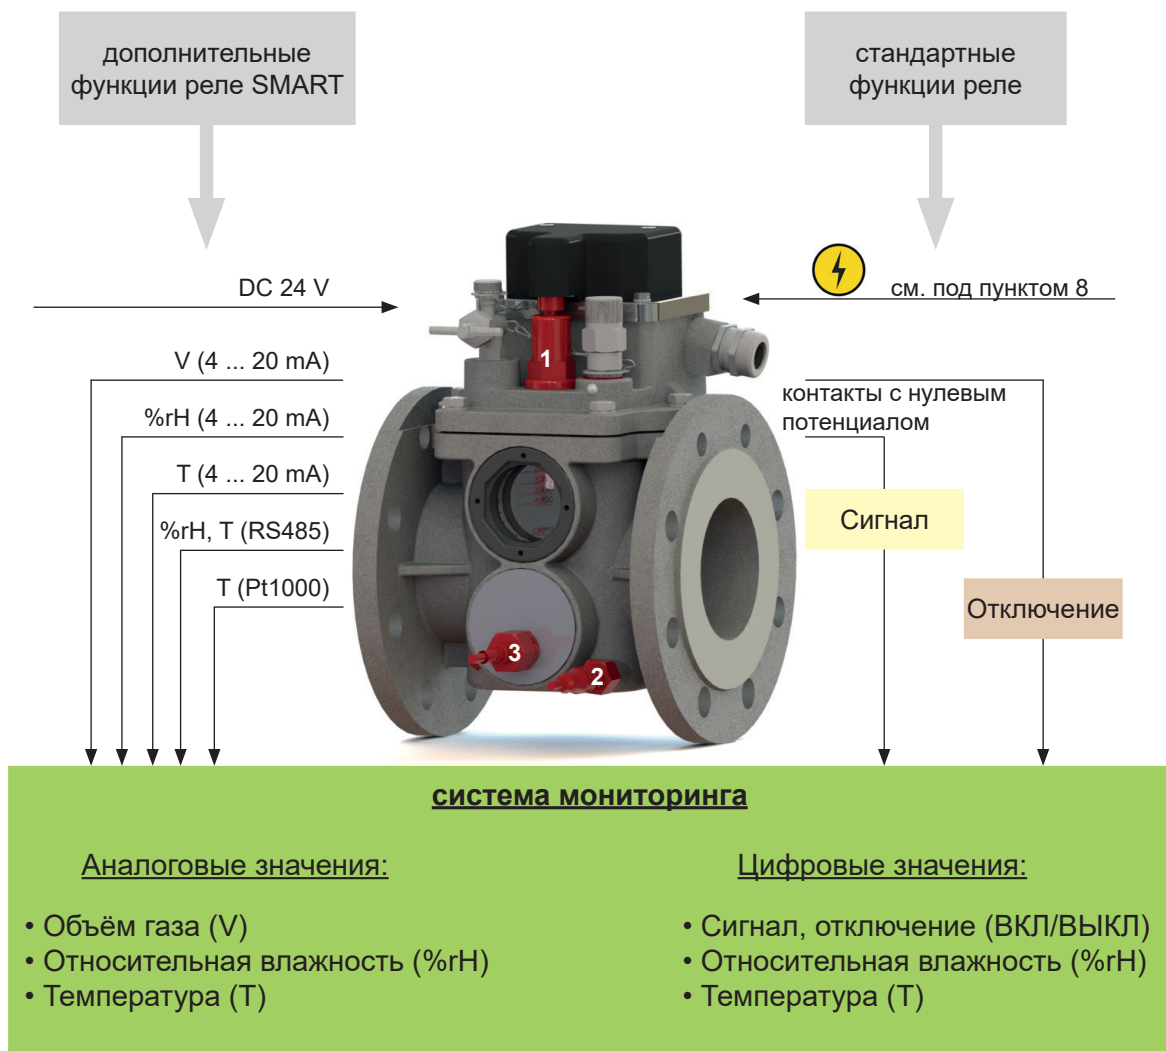

Рис. 29 - Дополнительные функции реле SMART
- датчик объёма газа - типовой ряд NM (рис. 29/ № 1)
- температурный датчик (рис. 29/ № 2)
- датчик влаги-температуры (рис. 29/ № 3)